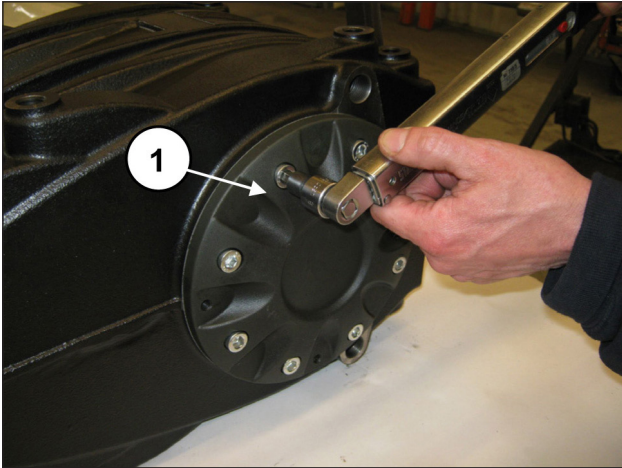

Abb. 60
Drehen Sie die 8 Schrauben M10x30 fest (Pos. ①, Abb. 60).